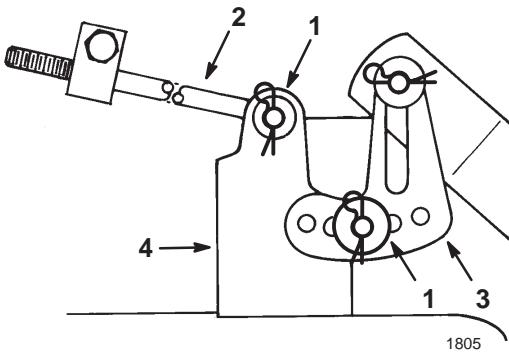

Figure 40
- 15.** Enlevez la goupille fendue et la rondelle de l'extrémité de la longue tige (Fig. 40)
- 17.** Enlevez la goupille fendue et la rondelle de la patte de mise à niveau du plateau de coupe (Fig. 40).